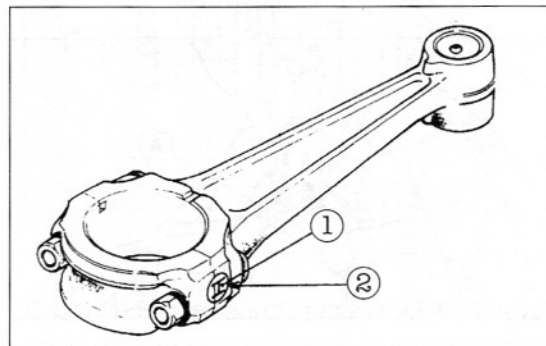

Bild 244
- Pleuel so an Kurbelwelle anbringen, dass sie in ursprünglicher Einbaulage montiert werden. Darauf achten, dass Buchstabenhälften an Pleuelstange und Lagerdeckel perfekt zueinander passen (Bild 244).